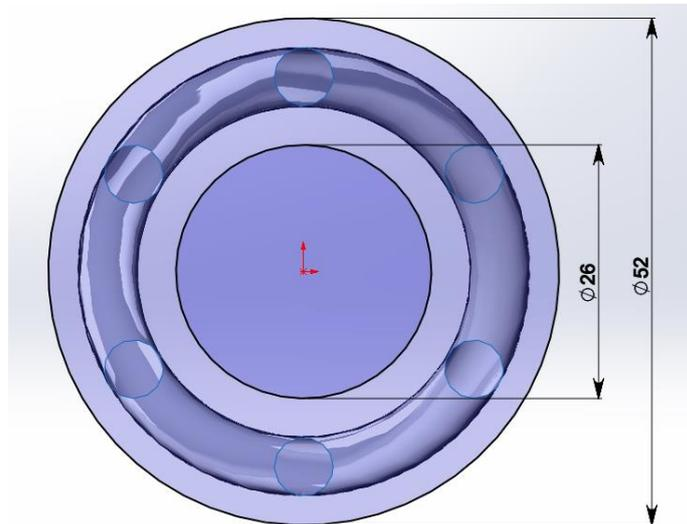

Рис. 8. Построение спирали
9. Выбираем вид *Спереди* и, используя табличные значения своего варианта B и $B/2$, строим эскиз, как показано на рис. 8. После этого можно закрыть редактор эскиза, нажав иконку  в верхнем правом углу окна просмотра модели.